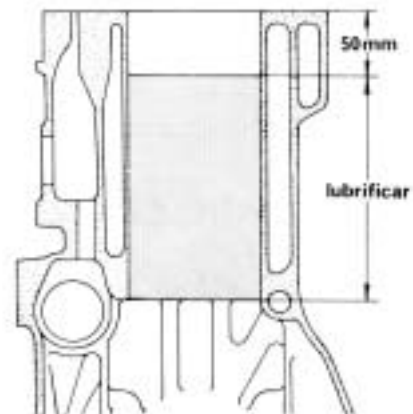

FIG 14
1. Lubrifique o alojamento do cilindro na faixa de 50 mm da face do bloco, para baixo, **Fig.14**. A faixa superior deverá ficar limpa e isenta de óleo ou graxa.